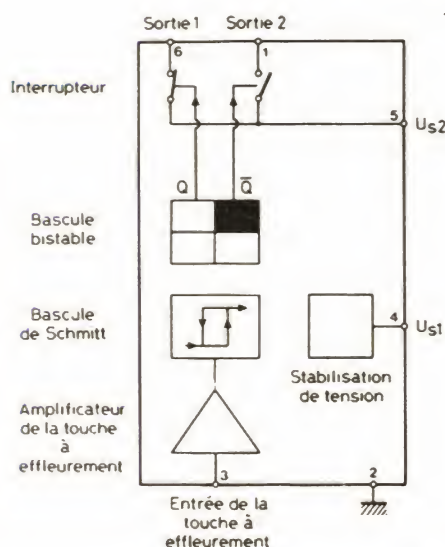
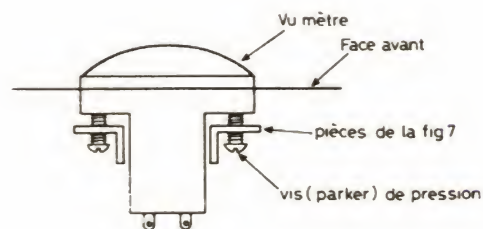

Fig. 7. - Cotes des pièces de fixation des vu-mètres.
Fig. 8. - Notre méthode de fixation des vu-mètres.
- deux pièces en alu (ou autre, cela n'a pas d'importance) dont la forme et les dimensions sont indiquées figure 7. Ces pièces nous servent à fixer les vu-mètres car, si vous achetez des modèles à bas prix comme nous l'avons fait, vous constaterez qu'ils sont démunis de tout moyen de fixation ! La figure 8 précise de façon très explicite le mode de fixation adopté.